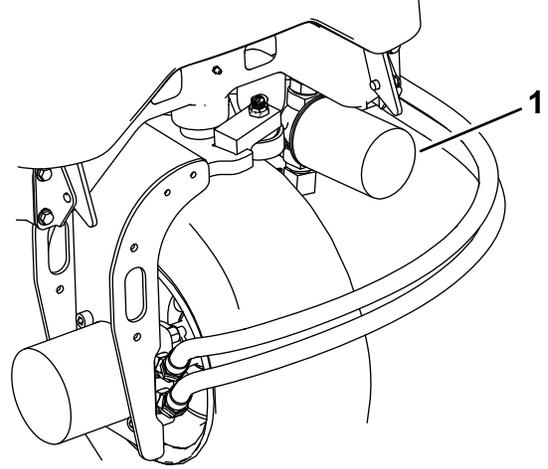
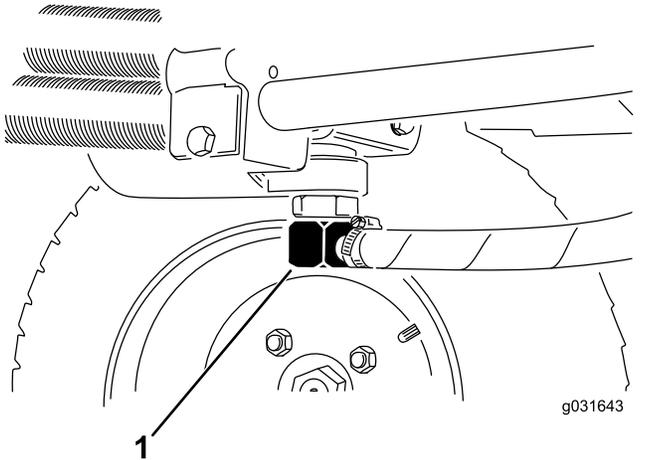

Bild 63
Bild 64
3. Reinigen Sie den Anbaubereich des Filters, stellen Sie eine Auffangwanne unter den Filter und entfernen den Filter (Bild 63).
2. Klemmen Sie die Hydraulikölleitung ab oder entfernen den Hydraulikölfilter und lassen das Hydrauliköl in ein Auffanggefäß ablaufen (Bild 63 und Bild 64).
3. Montieren Sie die Hydraulikölleitung, wenn kein Öl mehr ausströmt (Bild 64).